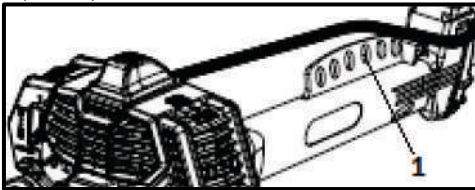

Рис. 19
- Якщо кущоріз нахилиється вперед чи назад, перечепіть карабін в інший кріпильний отвір (1) (Рис. 19).